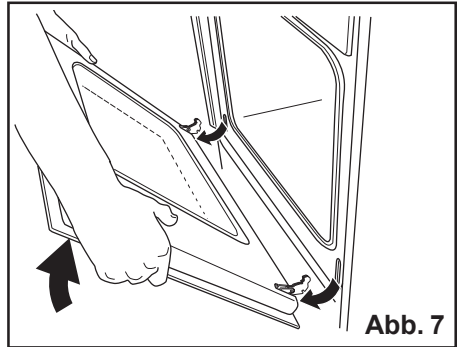

Abb. 7
4. fassen Sie die Tür an den beiden Außenkanten und schließen Sie die Tür nur ca. 45° (Abb. 7);
5. ziehen Sie die Tür nach vorne aus ihrem Sitz (Abb. 7);